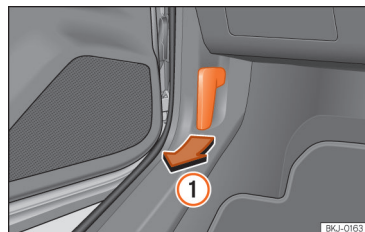

Fig. 170 Alavanca de desbloqueio no espaço para a zona dos pés do condutor.
• Abra a porta e puxe pelo manípulo que existe debaixo do painel de instrumentos »» Fig. 170 ①.